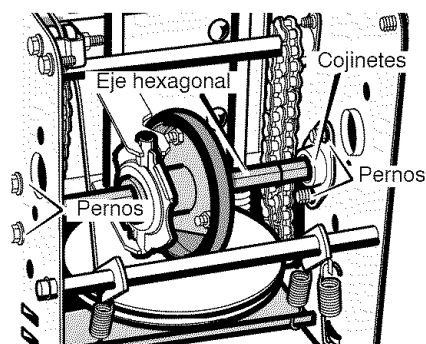

Figura 89
9. Quite los cuatro **pernos** que retienen los **cojinetes** a cada lado del **eje hexagonal** (Figura 89).